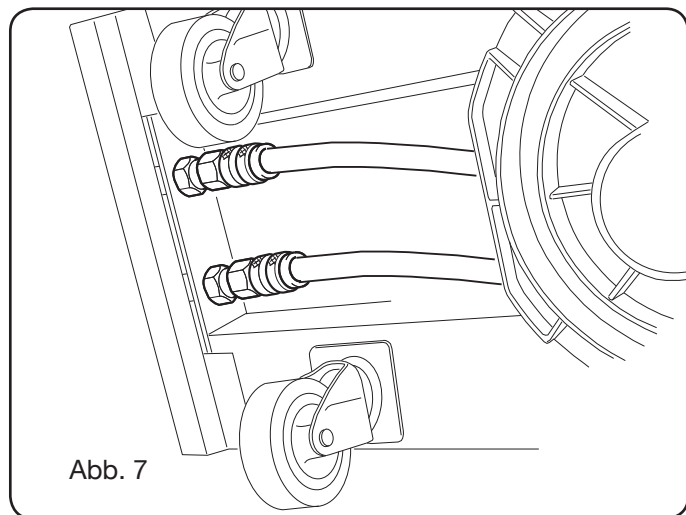

Abb. 7
- Die Kühlflüssigkeitsschläuche müssen an die Schnellkupplungen unter dem Boden des Drahtvorschubgeräts (siehe Abb. 7) angeschlossen werden; hierbei ist die Farbkodierung auf der Vorderseite des Drahtvorschubgeräts zu beachten.